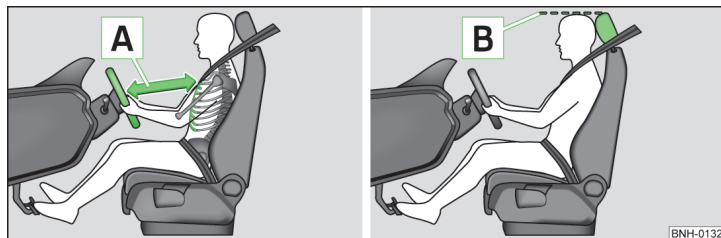

Fig. 1 Distancia correcta del conductor al volante / Ajuste correcto del reposacabezas
- ✓ Ajustar el volante de tal modo, que la distancia **A** entre el volante y el esternón sea, como mínimo, de 25 cm» fig. 1. Ajustar el volante » página 8, *Ajustar la posición del volante*.
- ✓ Ajustar el reposacabezas de tal modo que el borde superior del mismo se encuentre dentro de lo posible a la misma altura que la parte superior de su cabeza1) **B** » fig. 1.
- ✓ Ajustar el reposacabezas de tal modo que el borde superior del mismo se encuentre dentro de lo posible a la misma altura que la parte superior de su cabeza1) [B] » fig. 1 de la página 8.
- ✓ Ajustar el reposacabezas de tal modo, que el borde superior del mismo se encuentre de ser posible a la misma altura que la parte superior de la cabeza [B] » fig. 1 de la página 8.